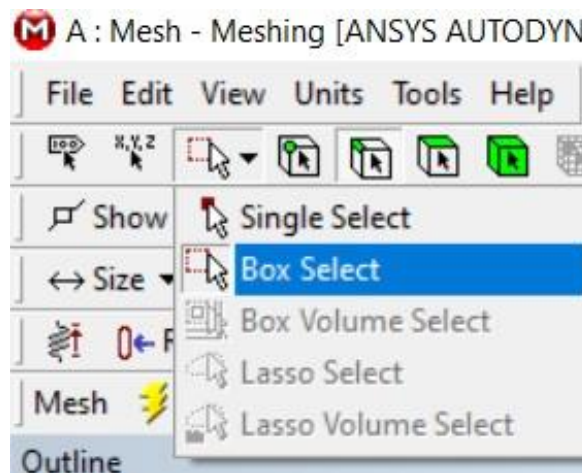

Fig. 10 Selector de caja.
1. Aplicar selector de bordes y el selector de caja para ahorrar tiempo de trabajo. Véase la Fig. 10.